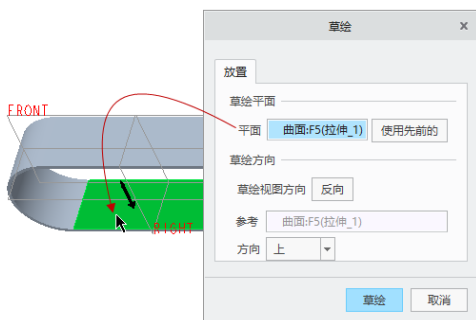

图 3-37 指定草绘平面
(1) 在功能区“模型”选项卡的“工程”组中单击“扯裂”→ (草绘扯裂) 按钮, 打开“草绘扯裂”选项卡。
(2) 在“草绘扯裂”选项卡中打开“放置”面板, 接着单击“定义”按钮, 弹出“草绘”对话框, 在钣金件中选择图 3-37 所示的内侧面定义草绘平面, 在“草绘”对话框中单击“草绘”按钮, 进入草绘器。